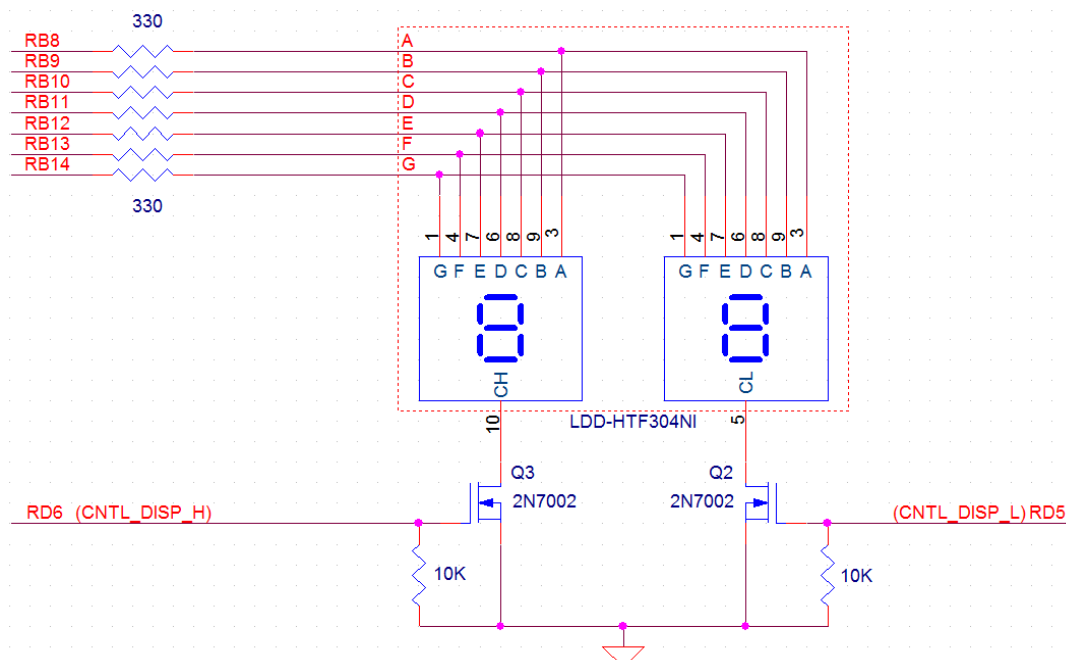

Figura 4. Ligação de um *display* de 7 segmentos duplo ao porto B do PIC32.
Apesar de o componente ser constituído por dois *displays*, existe apenas um conjunto de entradas "A" a "G", que liga internamente às entradas correspondentes dos dois *displays*, tal como esquematizado na Figura 4. A ativação de cada um dos *displays* é feita através das entradas CH e CL, que funcionam como um *enable*, ativo em lógica negativa. Ou seja, para que um *display* esteja ativo é necessário que o respetivo *enable* (CH ou CL) tenha o valor lógico 0.
- Escrever no porto B a combinação binária que ligue apenas o segmento do *display* correspondente ao carácter lido (e apague todos os restantes); na Figura 4 pode ver o porto a que está ligado cada um dos segmentos (por exemplo, o segmento A está ligado ao porto **RB8**).